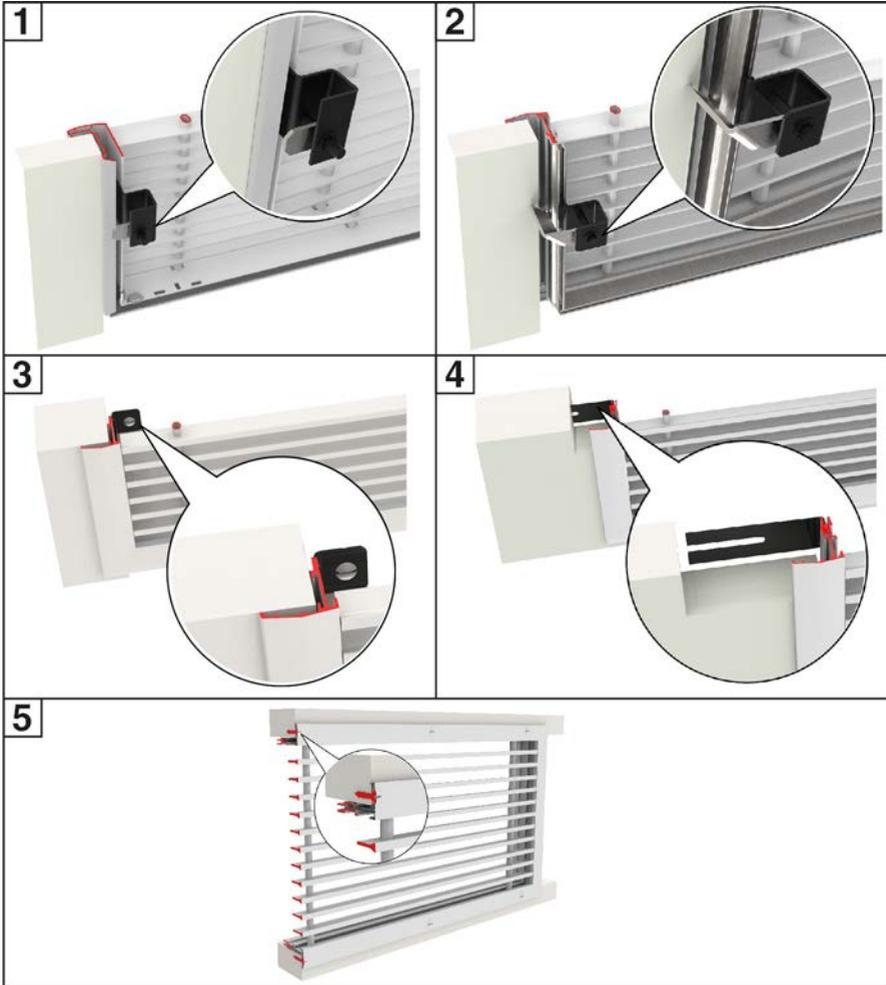

Abb. 2: Befestigungsarten, Anzahl Befestigungen Pos.1 - 4 entsprechend Tabellen
**Anzahl Befestigungen Standard Gitter Abb. 2 Pos. 1 - 4 (abhängig von der Gittergröße)**
**Anzahl Befestigungen Gitterband (horizontal) Abb. 2 Pos. 1 - 4 (abhängig von der Gittergröße)**